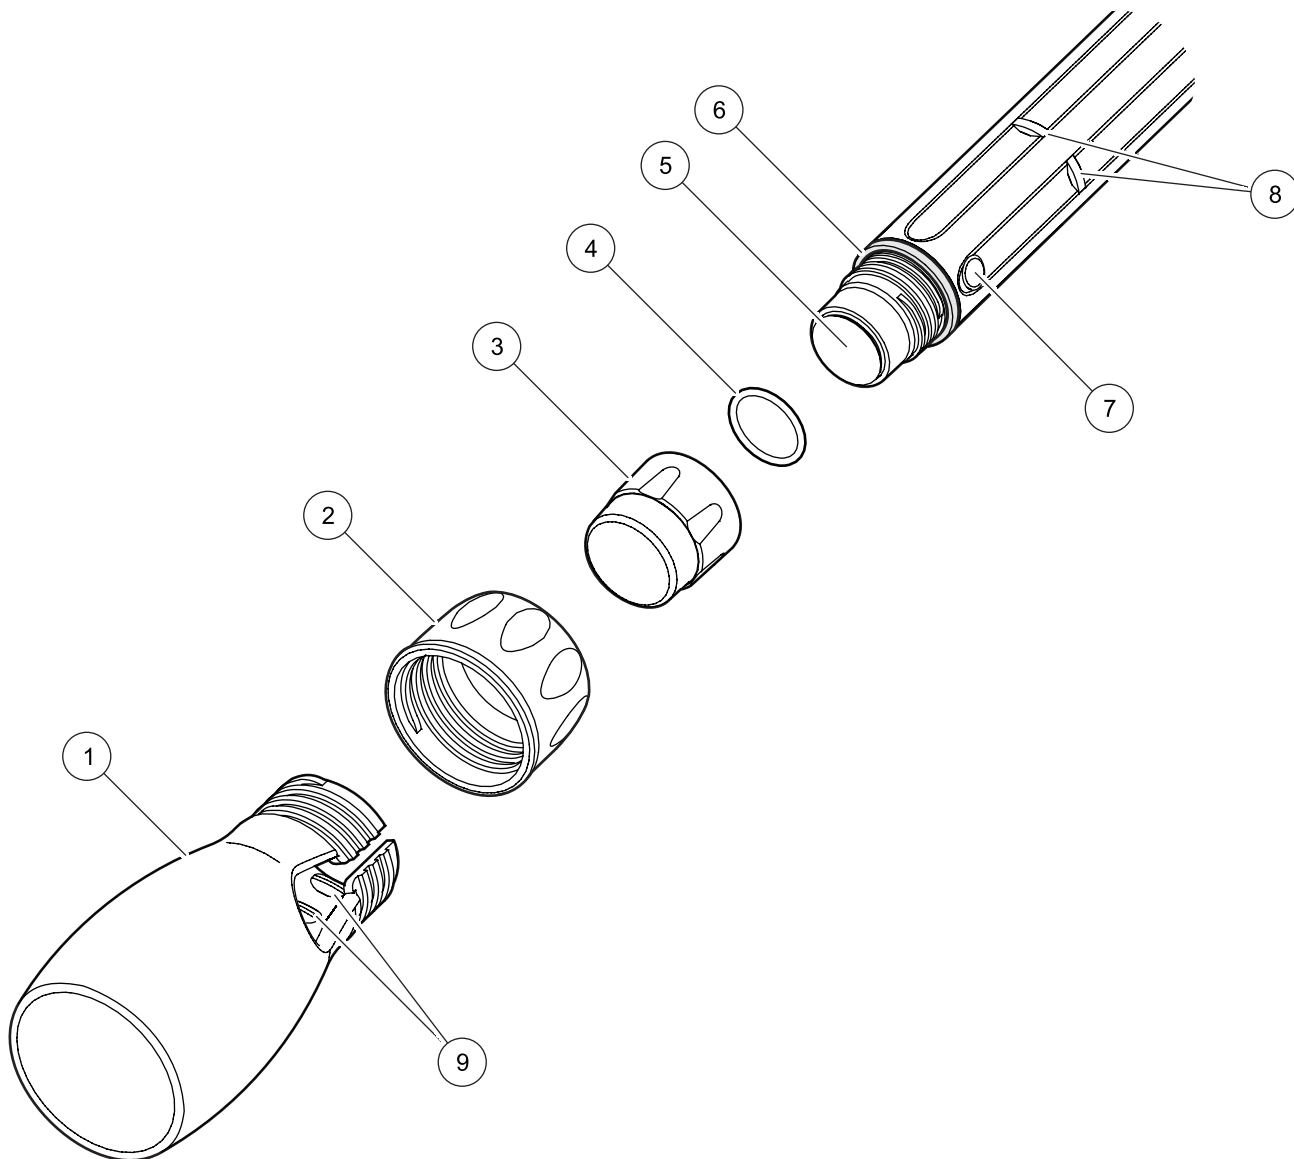

Figura 2 Vista esplosa dal lato del sensore
1. Tenere ferma la copertura protettiva (Figura 2, elemento 1) e svitare la ghiera di bloccaggio.
2. Far scorrere la copertura protettiva e la ghiera di bloccaggio (Figura 2, elemento 2) lungo la sonda.
1. Far scorrere la ghiera di bloccaggio (Figura 2, elemento 2) lungo la sonda, con le filettature poste in direzione della copertura protettiva.
2. Far scorrere la copertura protettiva (Figura 2, elemento 1) lungo il corpo della sonda. Ruotare la copertura protettiva e muoverla in alto o in basso lungo il corpo della sonda, in modo tale da posizionare le nervature di bloccaggio (Figura 2, elemento 8) sul corpo della sonda tra i rilievi di bloccaggio nella copertura protettiva (Figura 2, elemento 9).
- Dopo l'uso, sottoporre il cap sensore a un controllo visivo (Figura 2, elemento 3). Per pulire il cap sensore usare salviettine ottiche o un bastoncino cotonato con acqua saponata. Sciacquare con acqua pulita.
- Se il cap è stato sigillato correttamente mediante la guarnizione dell'O-ring superiore (Figura 2, elemento 4), tra il cap sensore e la lente del sensore in plastica trasparente (Figura 2, elemento 5) sulla parte superiore della sonda non deve essere presente dell'acqua. Se è presente dell'acqua, togliere il cap, asciugare accuratamente l'interno del medesimo e la lente del sensore in plastica trasparente. Il cap può richiedere una sostituzione (Cod. Cat. 58112-00).